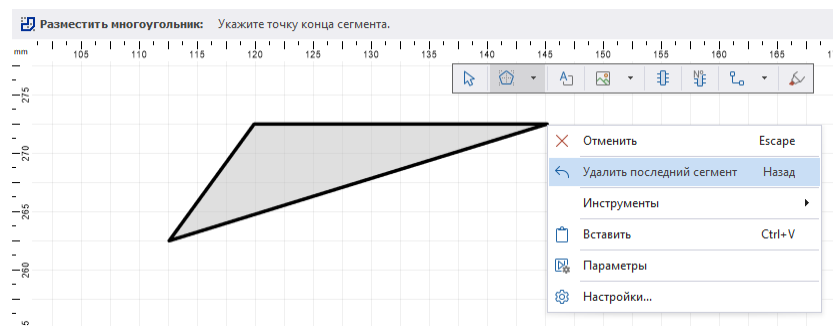

Рис. 309 Отмена размещения последнего сегмента
5. Для отмены размещения последней вершины нажмите клавишу «Backspace» или выберите пункт «Удалить последний сегмент» в контекстном меню, см. Рис. 309.